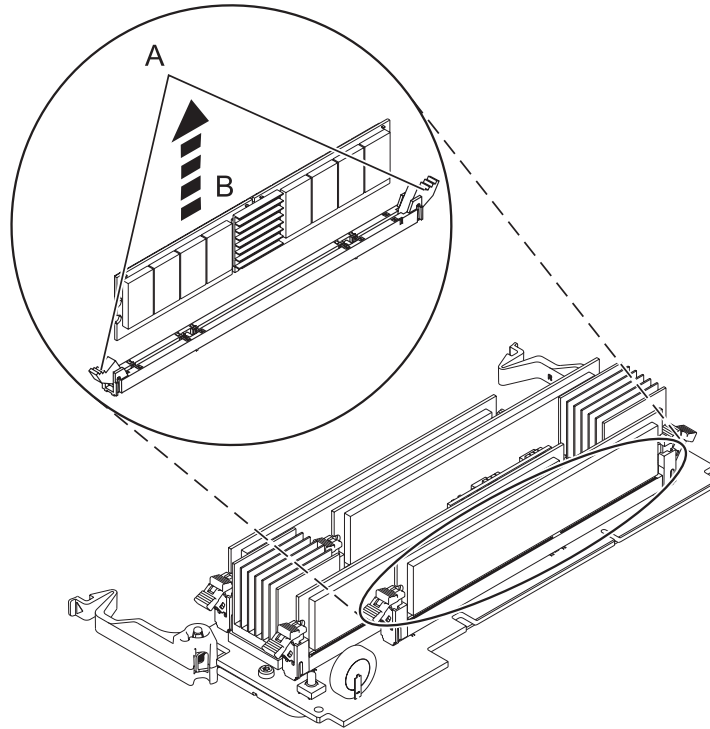

Figure 10. Retrait d'un module de mémoire
11. Retirez le module de mémoire comme suit. Déverrouillez le module de mémoire en poussant sur les taquets de verrouillage **(A)** afin de les mettre en position ouverte, comme indiqué dans la figure 10, à la page 20. Soulevez le module de mémoire **(B)** pour le sortir du connecteur. La pression exercée sur les taquets force le module à sortir du connecteur.